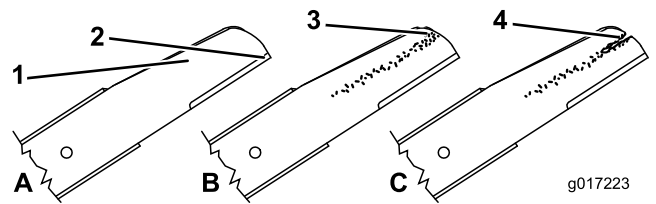

Figure 42
1. Examinez le tranchant des lames (Figure 42). Si elles ne sont pas tranchantes ou présentent des indentations, déposez les lames et affûtez-les ou remplacez-les.
2. Inspectez les lames elles-même, surtout la partie relevée (Figure 42). Remplacez immédiatement toute lame endommagée, usée ou qui présente une entaille (Figure 42).